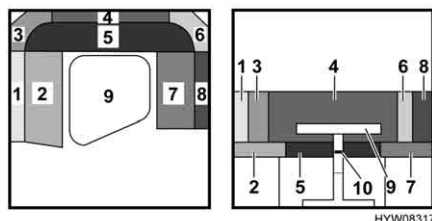

Fig. 61 Prima della trasformazione
- Sollevare la maniglia (Fig. 61,10) del tavolo (Fig. 61,9) verso l'alto e tirarla leggermente.